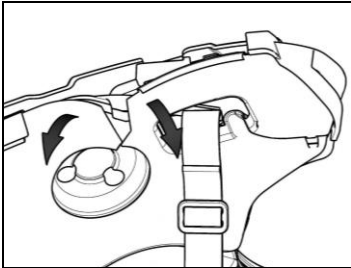

Fig. 10
- Soulevez le revêtement en plastique de la joue (Fig. 10).